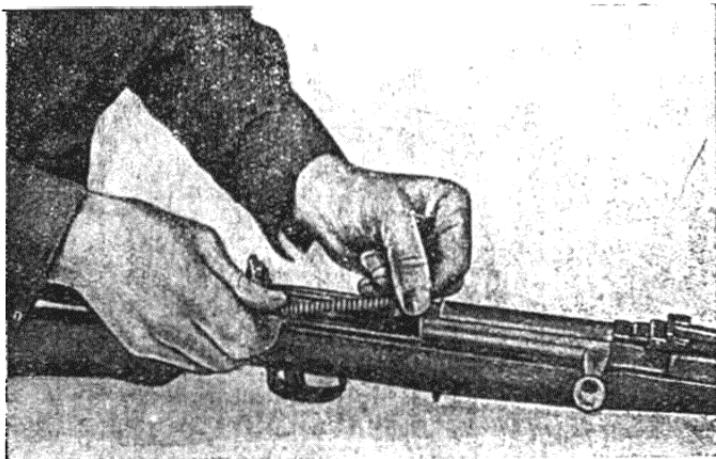

Рис. 42. Вынимание возвратной пружины.
7. Отделить возвратную пружину: взяться пальцами правой и левой руки за выступающую часть пружины у стебля затвора и сжимать ее назад до выхода направляющей втулки. Затем, удерживая передний конец пружины пальцами левой руки, правой рукой отвести задний конец пружины в сторону и вынуть ее (рис. 42).